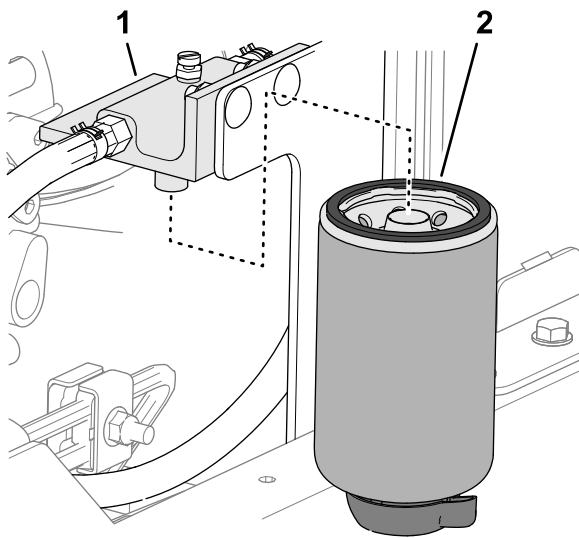

Figura 82
2. Limpie la cabeza del filtro y el cartucho del filtro (Figura 82).